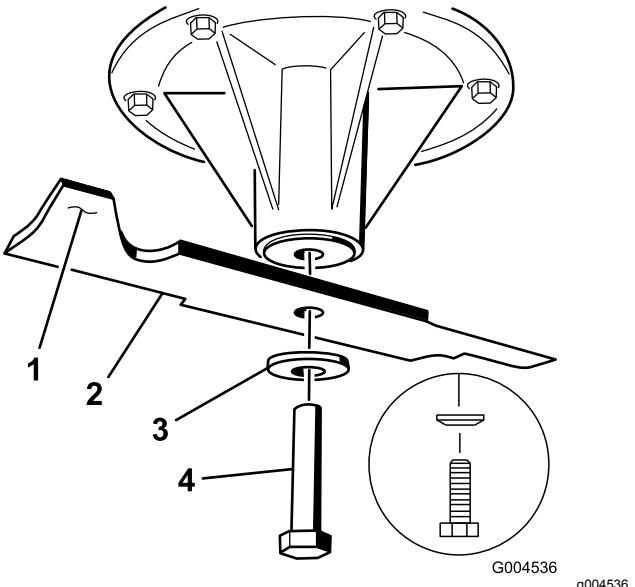

Рисунок 71
2. Установите нож на шпиндель (Рисунок 71).
3. Установите изогнутую шайбу и болт ножа (Рисунок 71).
Примечание: Изогнутую шайбу необходимо установить так, чтобы ее конусная часть была обращена к головке болта (Рисунок 71).